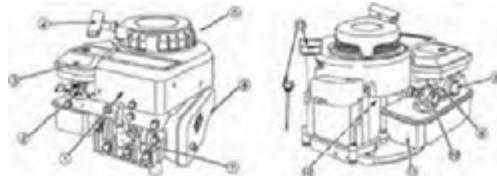

Рис. 3
### Основные части двигателя (Рис. 3)
Основным элементом газонокосилки является 4-х тактный двигатель внутреннего сгорания (Рис. 3), с вертикальной осью коленвала и его основные части: (2) - рычаг дросселя; (3) -фильтр воздушный; (4) - стартер ручной; (5) - защитный кожух; (6) - глушитель; (7) - свеча зажигания; (8) - кнопка топливного насоса; (9) - карбюратор; (10) - пробка бензобака; (11) - бензобак; (12) - корпус двигателя; (13) - маслоналивная горловина.